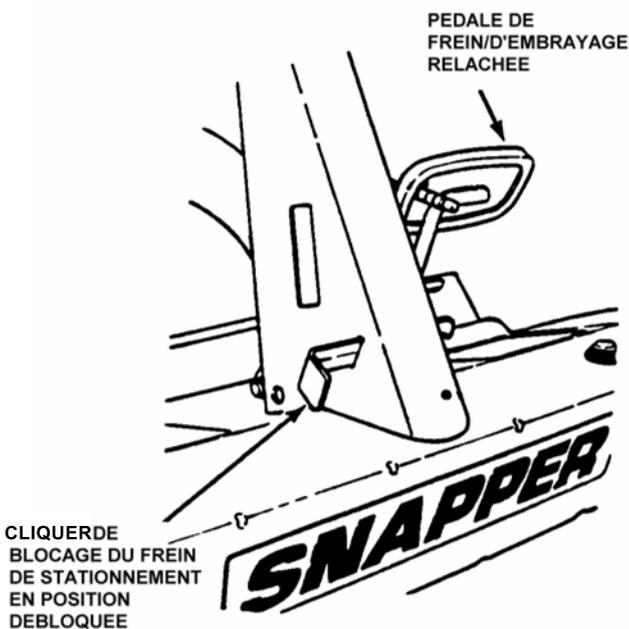

FIGURE 2.17
2. Débloquez le frein de stationnement en enfonçant complètement la pédale de frein/d'embrayage pour débloquer le cliquet de blocage. Voir la figure 2.17.